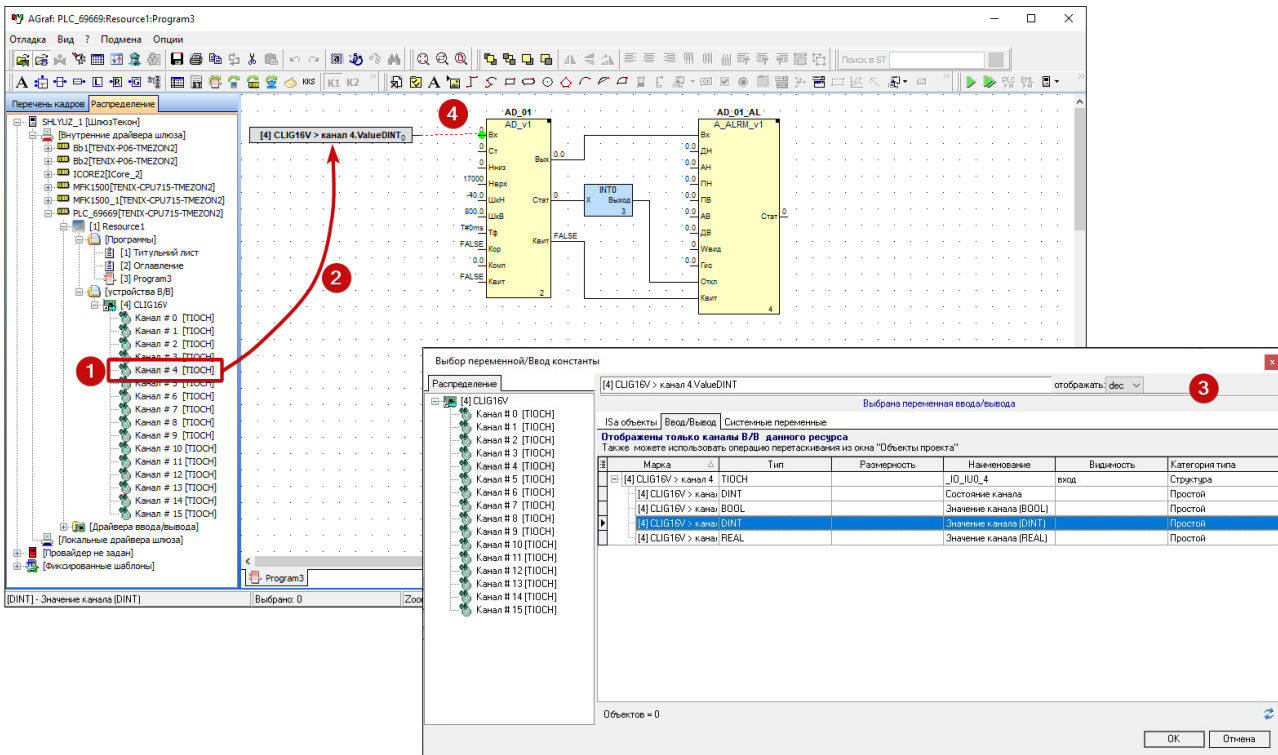

Рисунок 10.3. Привязка физического канала ввода на вход аналогового датчика
- разверните список с каналами нужного модуля (рис. 10.3 [1]);
- перетащите канал на программу (рис. 10.3 [2]);
- в открывшемся окне "Выбор переменной/ ввод константы" выберите тип канала (рис. 10.3 [3]). В нашем случае следует выбрать тип DINT;
- проведите связь от выхода канала до входа (Вх) блока AD (рис. 10.3 [4]);